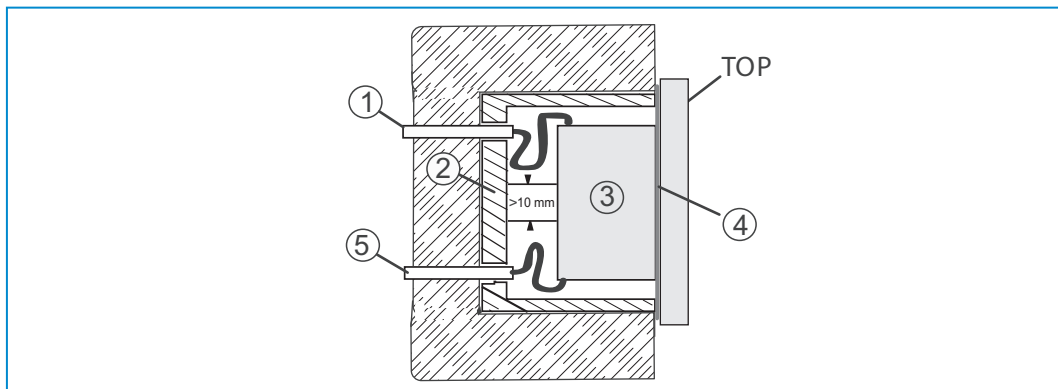

Fig. 7: circuito MBTS
- » Durante el montaje, mantenga una separación física (>10 mm) entre el circuito MBTS y otros circuitos eléctricos (véase la Fig. 7).